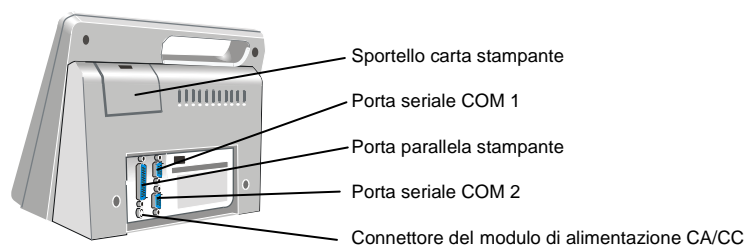

Figura 2. Posizione dei connettori
Un PC o altro computer da laboratorio compatibile ed una stampante esterna seriale o parallela possono essere utilizzati con il sistema. Le porte di connessione per questi dispositivi sono situate sul retro dello strumento (Figura 2).
2. Collegare un'estremità del cavo alla porta PRINTER (STAMPANTE) (per una stampante parallela), oppure COM 1 o COM 2 (per una stampante seriale) (Figura 2).
2. Collegare un'estremità del cavo alla porta COM 1 o COM 2 (Figura 2).
2. Collegare il cavo del modulo di alimentazione AC/CC al connettore di alimentazione (Figura 2).